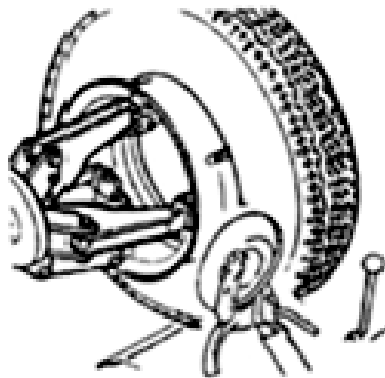

Fig23
(6) Вставьте ниппель внутрь обода. Будьте осторожны – не повредите ниппель.
(7) Переведите инструментальную консоль (9) в исходное положение, а затем – к внутренней стороне колеса.
(8) Опустите инструментальную консоль в рабочее положение.
(9) Установите диск как можно ближе к шине, отделите половину окружности шины от обода (рис. 23).